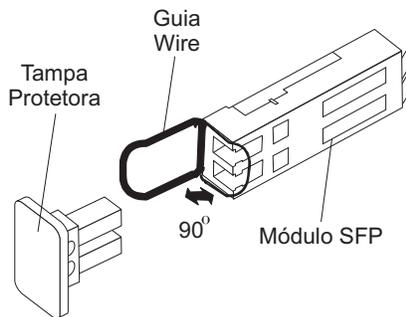

Figura 26. Destravando a Trava do Módulo SFP - Variedade Metálica
- Para módulos SFP que contêm guias metálicas, destrave a trava do módulo SFP puxando a trava metálica 90° para fora, conforme mostrado na Figura 26.